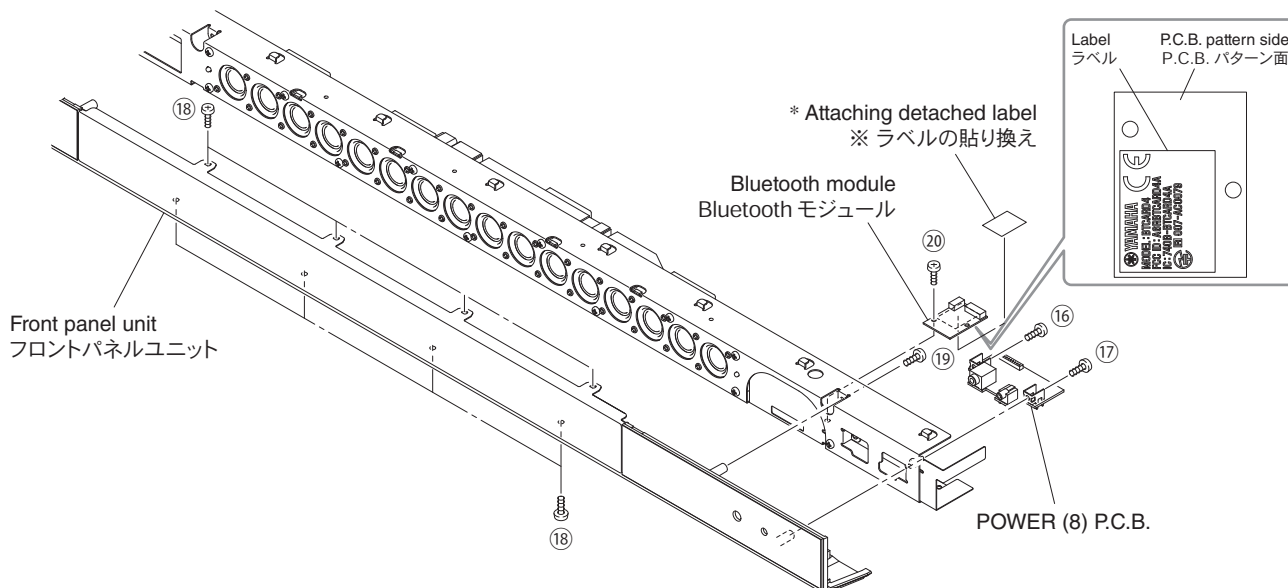

Fig. 7
11. Removal of POWER (8) P.C.B.
- a. Remove screw (16) and screw (17). (Fig. 7)
- b. Remove the POWER (8) P.C.B. (Fig. 7)
- a. Remove 8 screws (18) and screw (19). (Fig. 7)
- b. Remove the front panel unit. (Fig. 7)
- a. Remove screw (20). (Fig. 7)
- b. Remove the Bluetooth module. (Fig. 7)
11. POWER (8) P.C.B. の外し方
- a. ⑯のネジ1本、⑰のネジ1本を外します。(Fig. 7)
- b. POWER (8) P.C.B.を外します。(Fig. 7)
- a. ⑱のネジ8本、⑲のネジ1本を外します。(Fig. 7)
- b. フロントパネルユニットを外します。(Fig. 7)
- a. ⑳のネジ1本を外します。(Fig. 7)
- b. Bluetooth モジュールを外します。(Fig. 7)